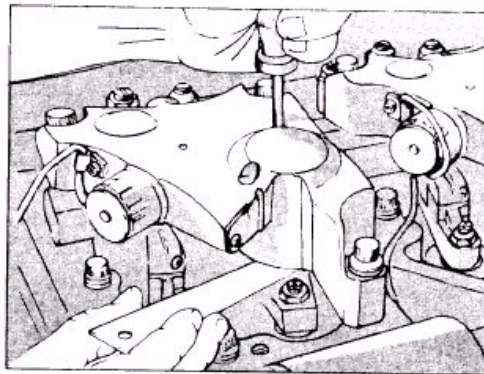

Рис. 2-55. (OM1063L). Установка ползуна по зазору рабочего поршня.
9. Если применяется тормоз Jacobs, с помощью калибра для измерения зазоров 3375012 (толщиной 0.016 дюйма или 0.46 мм), а также удлинителя гаечного ключа с регулируемым крутящим моментом 3375008 установите ползун выпускного клапана в положение, соответствующее зазору рабочего поршня тормоза Jacobs (см. рис. 2-55).